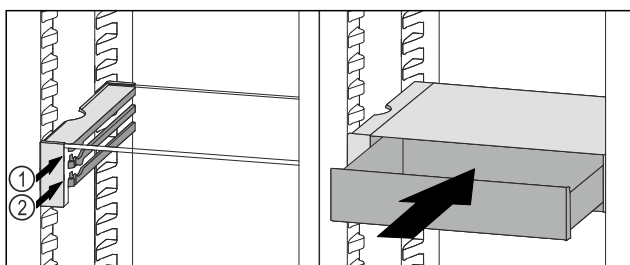

Fig. 225
- ▶ Установите выдвижной ящик VarioSafe за стопоры на требуемый выступ Fig. 225 (1) или Fig. 225 (2).